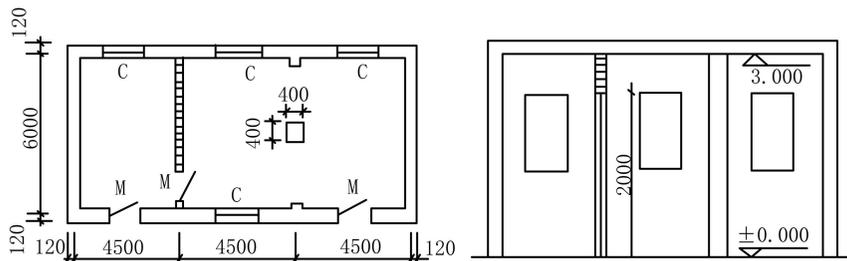

图 2-7-6
**例 5.** 如图 2-7-6 所示，间壁墙采用轻钢龙骨双面镶嵌石膏板，门口尺寸为  $900 \text{mm} \times 2000 \text{mm}$ ，柱面水泥砂浆粘贴  $6 \text{m}$  车边镜面玻璃，装饰断面  $400 \text{mm} \times 400 \text{mm}$ ，计算工程量，确定定额项目。